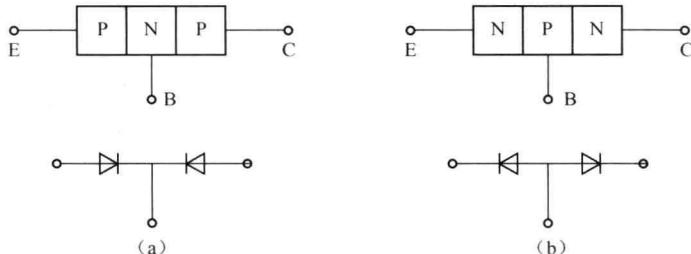

图 1-8 三极管结构图
① 判定基极 b。无论 PNP 管还是 NPN 管，均可看作由两只半导体二极管反极性串联而成。PNP 和 NPN 三极管结构分别如图 1-8 (a)、(b) 所示。